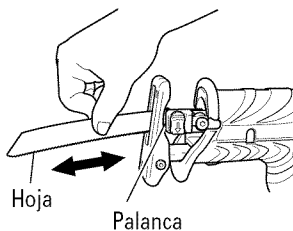

Fig. 7
- (5) Con la mano, tire de la hoja de sierra hacia atrás dos o tres veces y verifique que la hoja esté firmemente instalada. Si al tirar de la hoja ésta produce un chasquido y la palanca se mueve ligeramente, significa que se encuentra correctamente instalada. (Fig. 7)